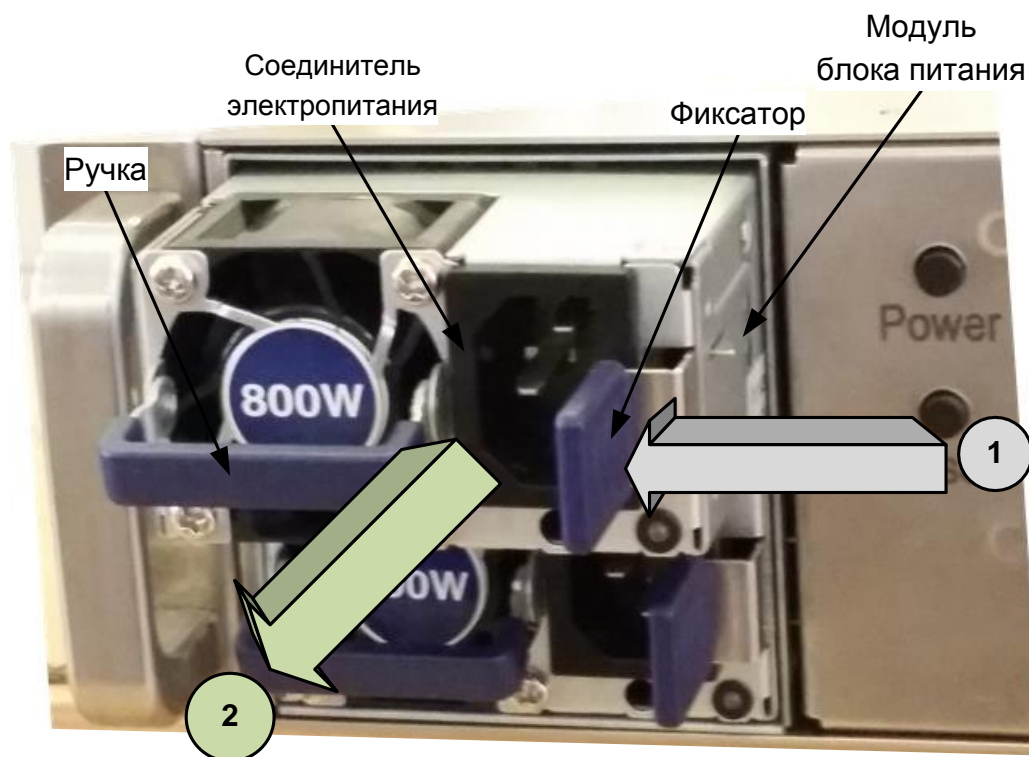

Рисунок 20 – Демонтаж модуля блока питания
- отсоединить силовой кабель от соединителя электропитания модуля блока питания (см. рисунок 20);
- взяться за ручку и нажать на фиксатор в направлении стрелки 1 до выхода защелки из зацепления с корпусом блока питания (см. рисунок 20);
- держась за ручку и фиксатор, потянуть и вынуть модуль блока питания из корпуса блока питания в направлении стрелки 2 (см. рисунок 20).